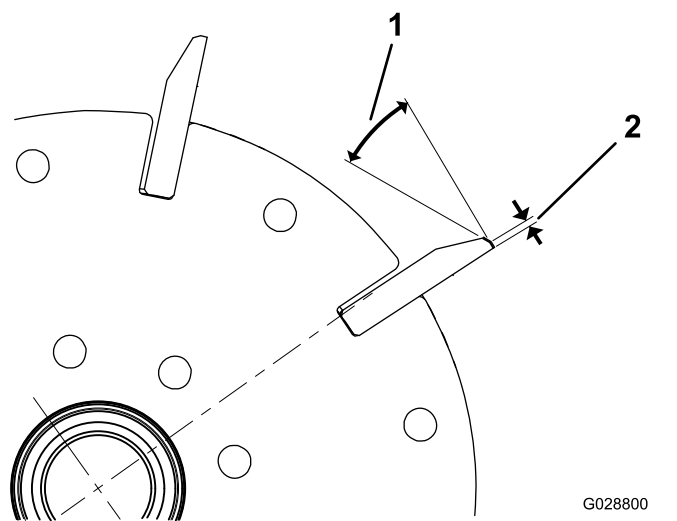
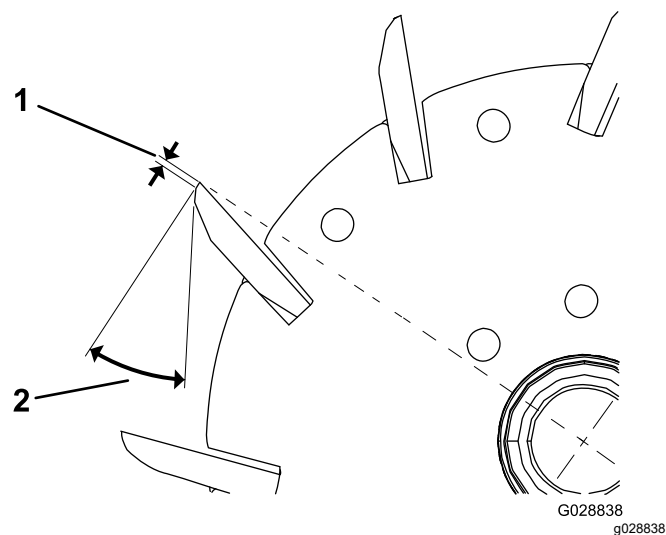

Figura 23
Figura 24
1. Effettuate una molatura di scarico a 30 gradi su tutte le lame del cilindro fino a quando lo spessore del filetto è pari a 1,3 mm di larghezza (Figura 23 e Figura 24).